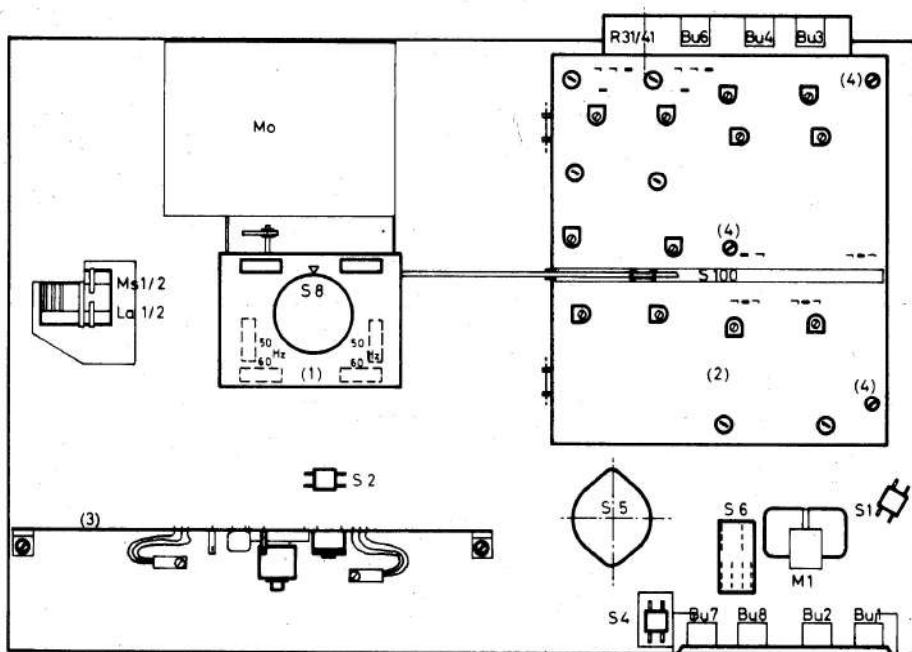

Abb. 1: Darstellung der Chassisunterseite
Zunächst Schubstange aus dem Schieber des Entzerrungsumschalters S 100 ausrasten und nach unten hängen lassen, dann die drei Schrauben (4), siehe Abb. 1) herausdrehen. Die gedruckte Platte kann jetzt ausgeklappt werden, so daß Bestückungs- und Leiterseite zugänglich sind.
## Oszillatorplatte (3), siehe Abb. 1)